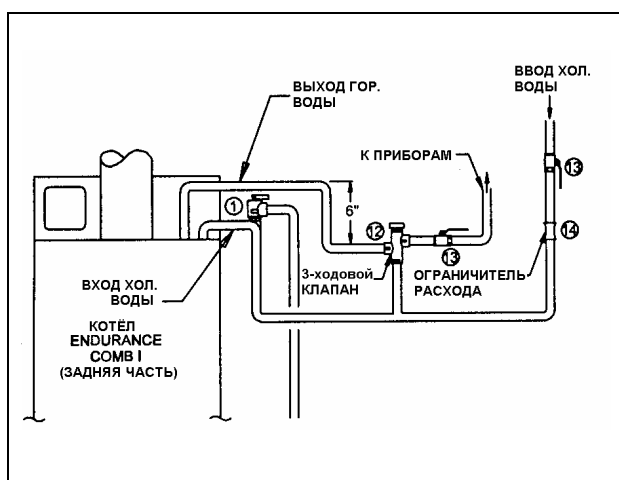

Рис.10. Обвязка системы ГВС
1. Соедините патрубок горячей воды из котла с трёхходовым клапаном (12). Этот клапан должен подавать в систему ГВС смешанную воду температурой не выше 50°C (или как предписывают местные санитарные нормы). ТЕЛЕДАЙН ЛААРС рекомендует устанавливать трёхходовые клапаны защищающие от возможных ожогов горячей водой. (см.Рис.10)
2. Установите шаровой кран (13) на линии ГВС и присоедините к подаче смешанной воды трёхходового клапана. Соедините трёхходовой клапан с линией подачи холодной воды.
3. Установите ограничитель расхода (14) на линии подачи холодной воды перед тройником трёхходового клапана.